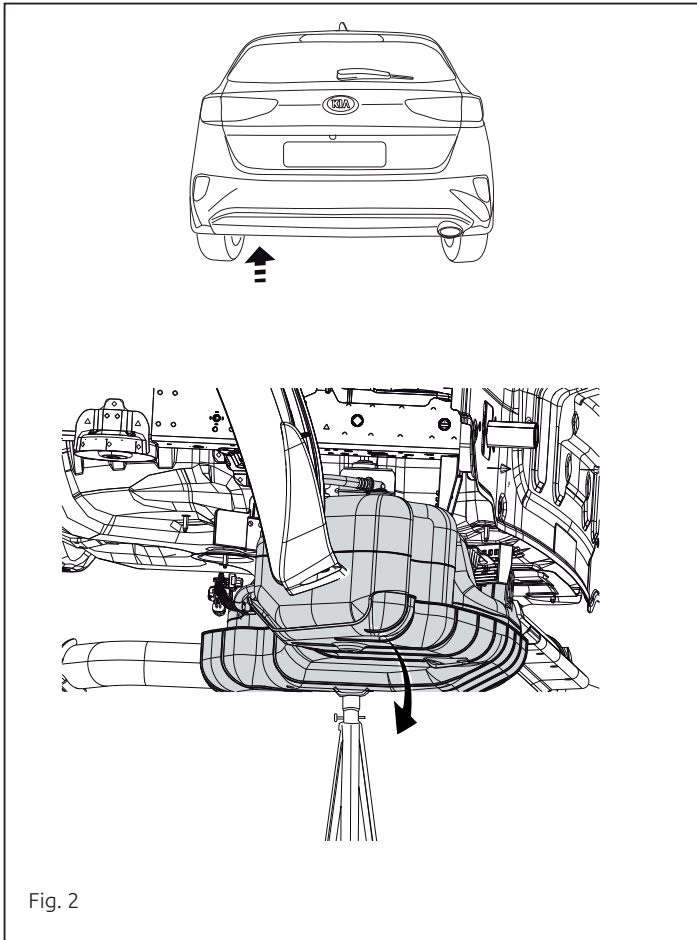

Fig. 2
3. **Внимание! При необходимости:** Опустить AD-Blue баке. См. рисунок 2.